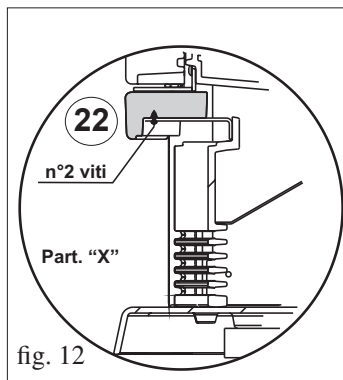

fig. 12
- Svitare con la chiave a brugola in dotazione, le viti di fermo della griglia inferiore in ghisa (43) e rimuoverla.
- Posizionare il frontalino (22) e fissarlo con le 2 viti M6x12 (utilizzando chiave a brugola) come indicato nel particolare "X" a fig. 12.